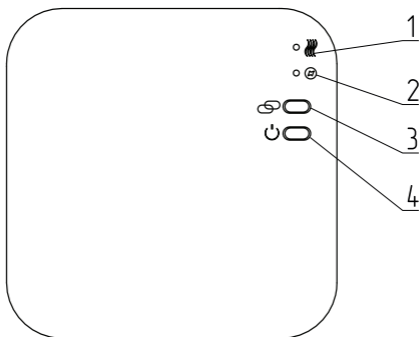

Рис. 3 Расположение элементов управления и индикации приемника
1. Удерживайте кнопку сопряжения «» (см. **Рис. 3, поз.3**) на приемнике в нажатом состоянии, до тех пор, пока индикатор «Нагрев» «» (см. **Рис. 3, поз.1**) не начнет быстро мигать;